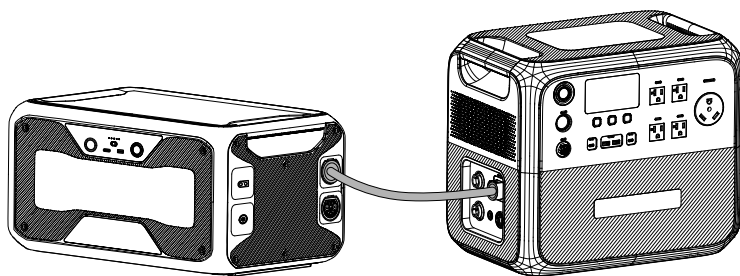

図10-2 AC200P L + 1 台B300 接続
(3)AC200P Lと2台のB300の接続図を図10-2に示します。